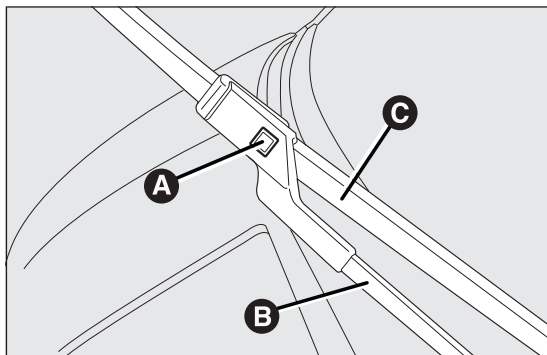

fig. 140
- ☐ levantar el brazo A fig. 140 del limpiaparabrisas y colocar la escobilla formando un ángulo de 90° con dicho brazo;
- ☐ pulsar el botón A y extraer del brazo B fig. 140 la escobilla C fig. 140;